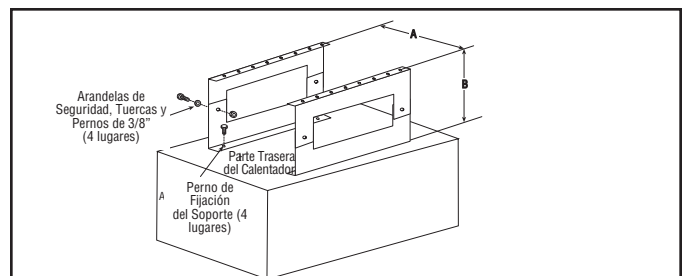

**Figura 7. Instalación del Calentador sobre el Soporte de Montaje**
5. Aperse el soporte de montaje de la unidad al soporte de montaje de la pared usando un perno pivote de 1/2-13, dos arandelas planas, una arandela de seguridad partida y una tuerca de 1/2-13. (Estudie la Figura 7).